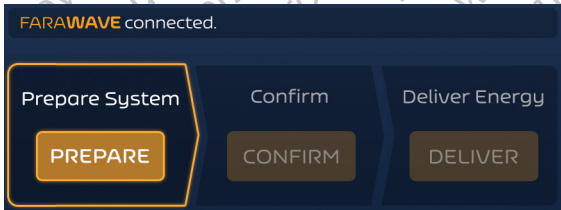
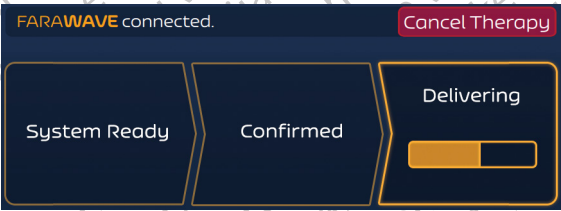

Figure 6. Écran Therapy (Thérapie) - Mode asynchrone - État Idle (inactif)
Figure 11. Écran Therapy (Thérapie) - Mode asynchrone - Delivery in Progress (Administration en cours)
6. Après avoir sélectionné et connecté un cathéter, l'écran Therapy (Thérapie) reflètera désormais la sélection (voir l'exemple de la Figure 6). Le mode asynchrone est le mode d'administration d'énergie par défaut du générateur FARASTAR PFA.
- Appuyez sur le bouton DELIVER (ADMINISTRER) pour lancer l'administration d'énergie. L'administration d'énergie peut être annulée en appuyant à tout moment sur le bouton cancel Therapy (Annuler la thérapie) (voir Figure 11), ce qui replace le générateur FARASTAR PFA à l'état Idle (inactif) (voir Figure 6).
9. Pour effectuer des administrations d'énergie supplémentaires, appuyez sur CONFIRM (CONFIRMER) puis sur DELIVER (ADMINISTRER). L'administration d'énergie peut être annulée en appuyant à tout moment sur le bouton Cancel Therapy (Annuler la thérapie). Cela replacera le générateur FARASTAR PFA à l'état inactif, comme illustré à la Figure 6.